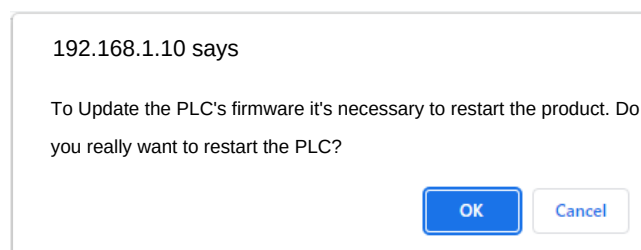

Figura 5.3: Pantalla de confirmación de actualización de firmware.
- Haga clic en **Start Firmware Download**. Al hacer clic, se mostrará una pantalla de confirmación. Haga clic en **OK** para iniciar la actualización o en **Cancel** para cancelar la operación. La Figura 5.3 muestra la pantalla de confirmación de actualización de firmware.